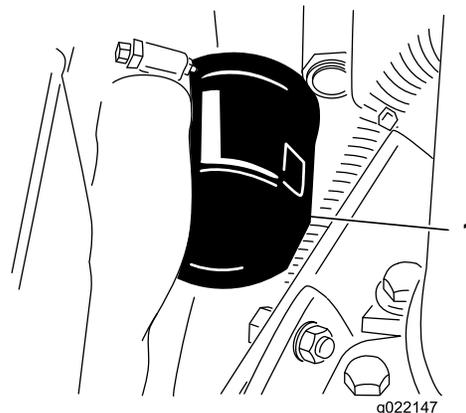

Figura 57
2. Togliete il filtro dell'olio (Figura 57).